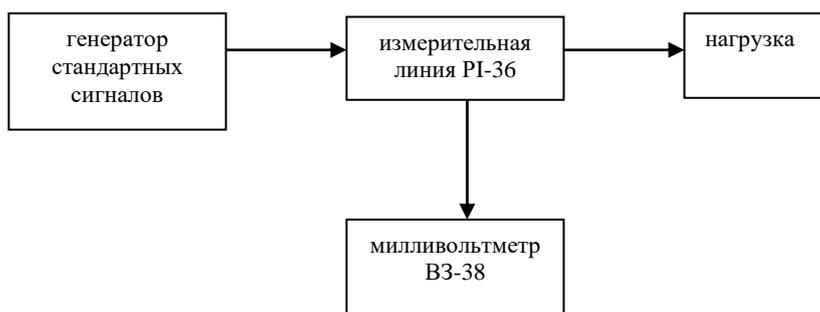

Рис. 3
- 5.1 Собрать схему измерений (рис. 3).